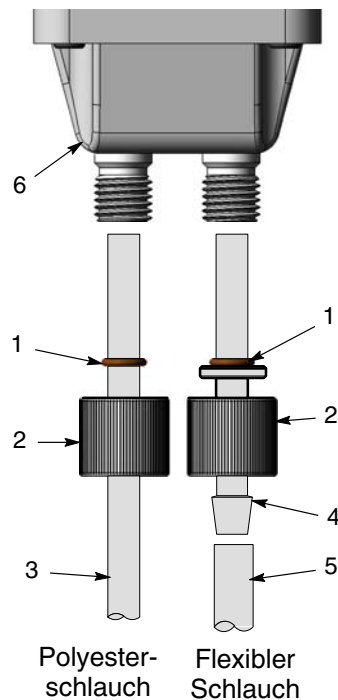

Abbildung 3-12 Installation der Prodigy HDLV-Pumpenschläuche
1. Siehe Abbildung 3-12. Eine Schlauchhaltemutter (2) und den O-Ring (1) von der Pumpe abnehmen.
2. Den O-Ring auf dem Schlauchadapter (4) installieren, bis er am Adapterflansch anliegt.
3. Das Adapterende im Verschleißblock (6) installieren.
5. Den flexiblen Pulverschlauch (5) auf das Steckende des Adapters schieben.
2. Die Haltemutter auf den Poly-Schlauch (3) schieben.
4. Den Poly-Schlauch bis zum Anschlag in den Verschleißblock (6) schieben.